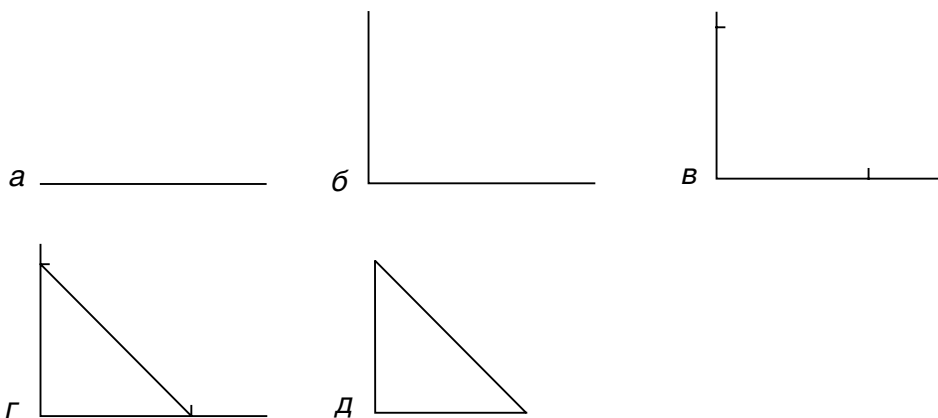

Рис. 19. Построение прямоугольного треугольника:
1. Провести с помощью линейки или чертёжного угольника базовую линию (рис. 19, *а*).
2. Построить с помощью чертёжного угольника прямой угол — провести вертикальную линию слева (рис. 19, *б*).
3. Отложить на обеих линиях размер 95 мм (рис. 19, *в*).
4. Начертить третью сторону треугольника (рис. 19, *г*).
5. Стереть лишние части линий (рис. 19, *д*).